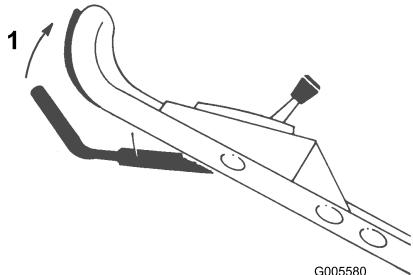

Figura 13
2. Premete la barra di comando della trazione contro la stegola per guidare (Figura 13).
Potete modificare la velocità di trazione aumentando o riducendo la distanza tra la barra di comando e la stegola (Figura 13) come segue: